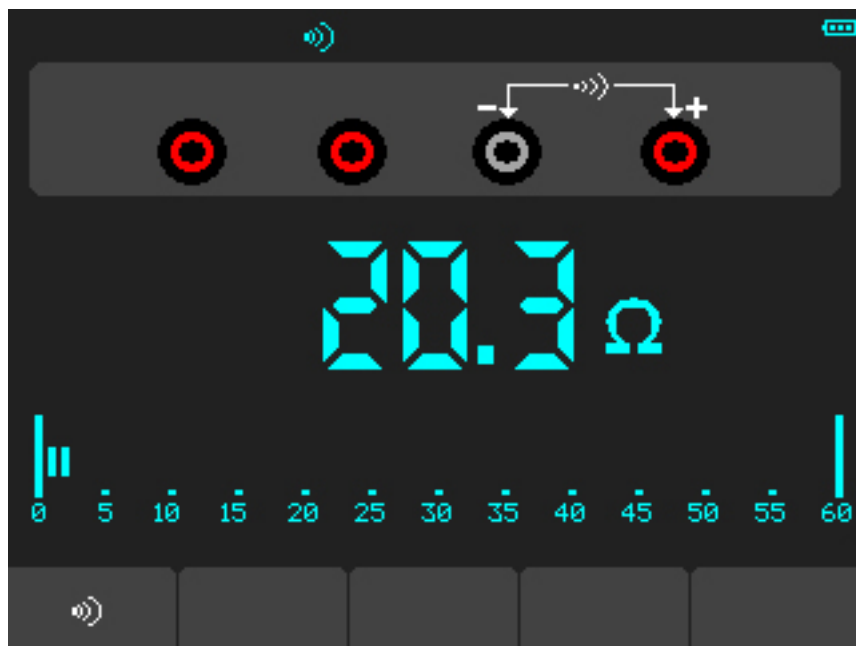

图 4-4 通断测量
- 将红色和黑色表笔连接到被测点。如果被测点电阻值小于30 Ω ，仪表将发出“滴滴”声音。（如图4-4）